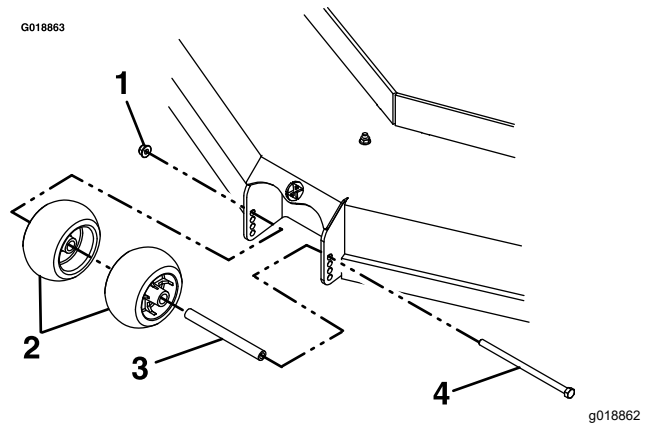

Figure 30
6. Serrez l'écrou Nyloc ($\frac{3}{8}$ po) à un couple de 41 à 47 N·m (30 à 35 pi-lb), comme montré à la Figure 30.